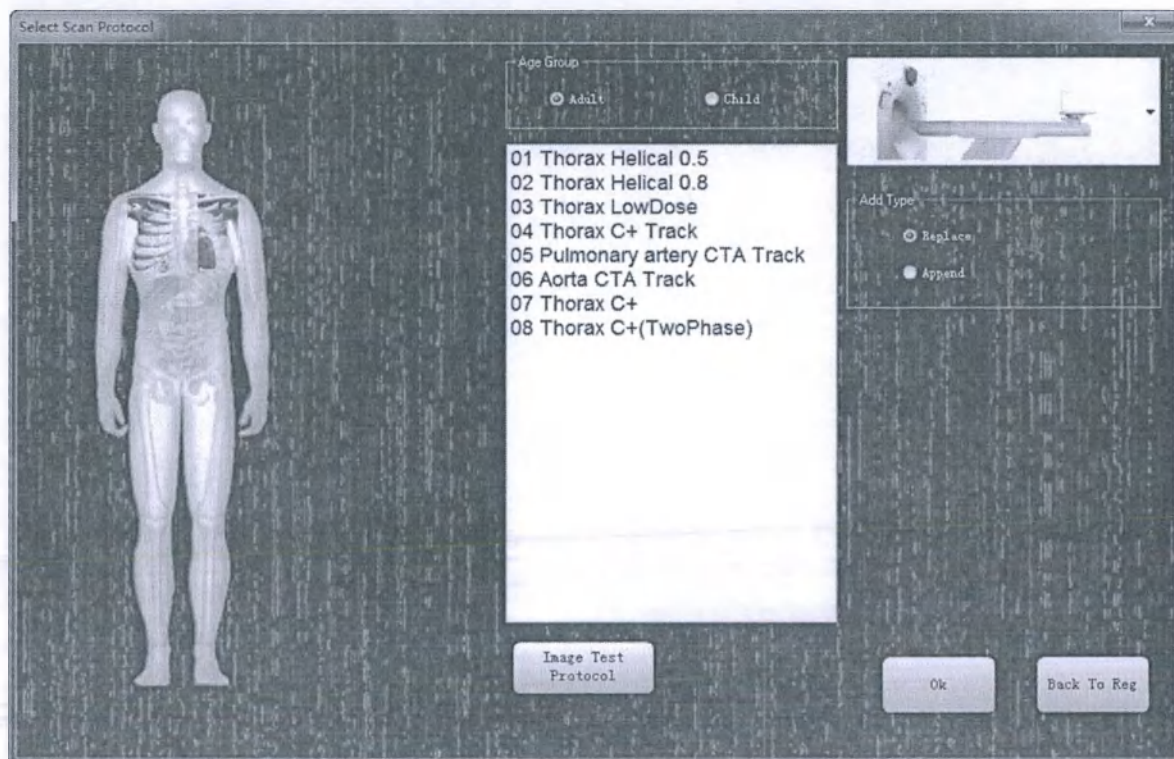
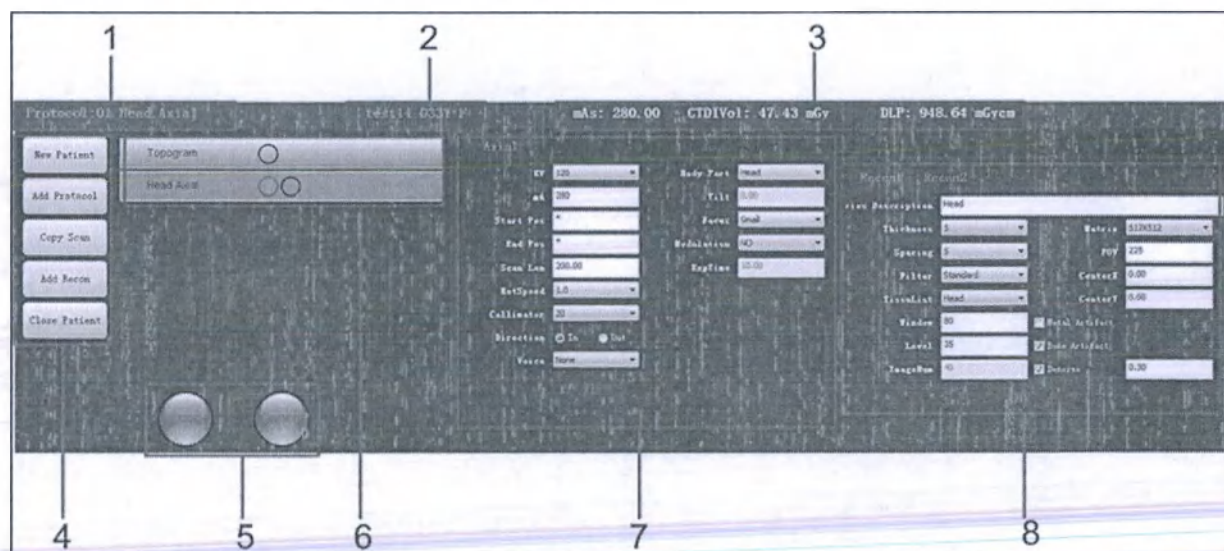

Рисунок 51 Окно настройки протокола сканирования
Рисунок 52 Поле настроек параметров сканирования
После регистрации пациента можно установить протокол сканирования (см. рис. 51). Если при выбранном протоколе сканирования получились изображения хорошего качества, то этот можно сохранить в карте пациента, что может сэкономить время при следующем посещении.
1. После завершения регистрации пациента, на окне регистрации пациента нажмите кнопку <Начать сканирование> <Start Scan>, после чего появится окно настройки протокола сканирования (см. рис. 51).
1. Выберите добавить протокол сканирования [Add Type] на окне настроек протоколов сканирования (см. рис. 51). После этого появится интерфейс сканирования (см. рис. 52).
2. Нажмите кнопку [Добавить протокол реконструкции] [Add Recon] (см. рис. 52) и добавьте протокол реконструкции. После этого на поле отображения загрузки и отмены протокола сканирования появиться дополнительный кружок (рис. 52-6).